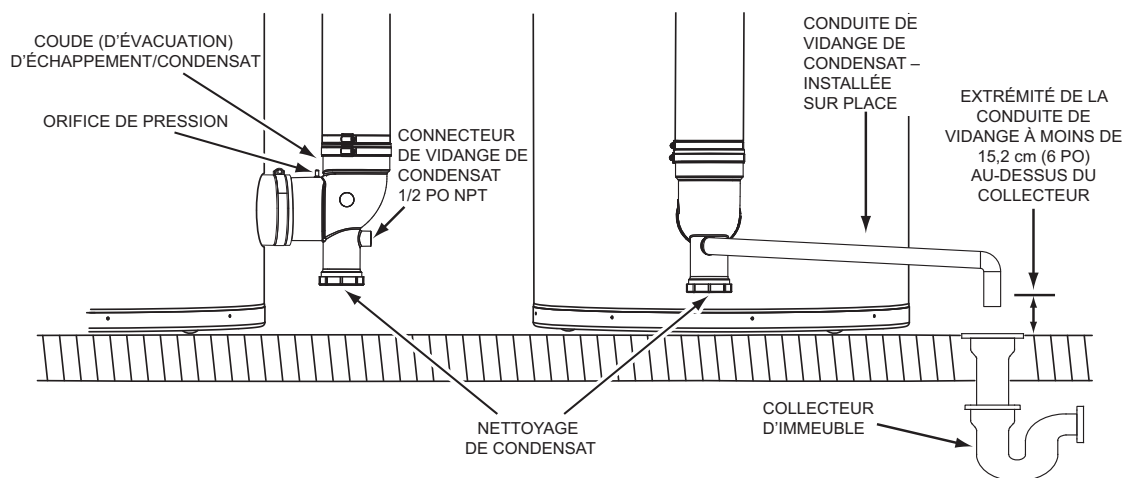

Figure 32. Installation du drain de condensat
2. Installer une conduite de drain de condensat de 1/2 po en PVC entre le raccord de drain de condensat sur le coude d'évacuation/condensat et un collecteur d'immeuble adéquat. La conduite de condensat doit être inclinée vers un drain ouvert, voir Figure 32.
3. Terminer la tuyauterie de drain de condensat à l'aide d'un coude au-dessus du collecteur. S'assurer que toute décharge sort de la conduite de drain de condensat à moins de 15,2 cm (6 po) au-dessus d'un collecteur de bâtiment adéquat, ou externe au bâtiment, voir la Figure 32.
4. S'assurer que le tuyau de drain du condensat n'est pas élevé au-dessus de la connexion de vidange de condensat sur le coude d'évacuation/condensat, voir la Figure 32.